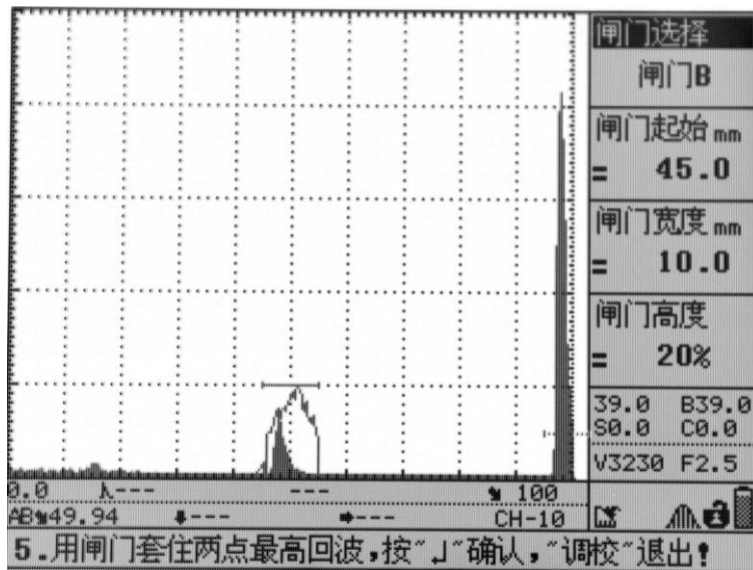
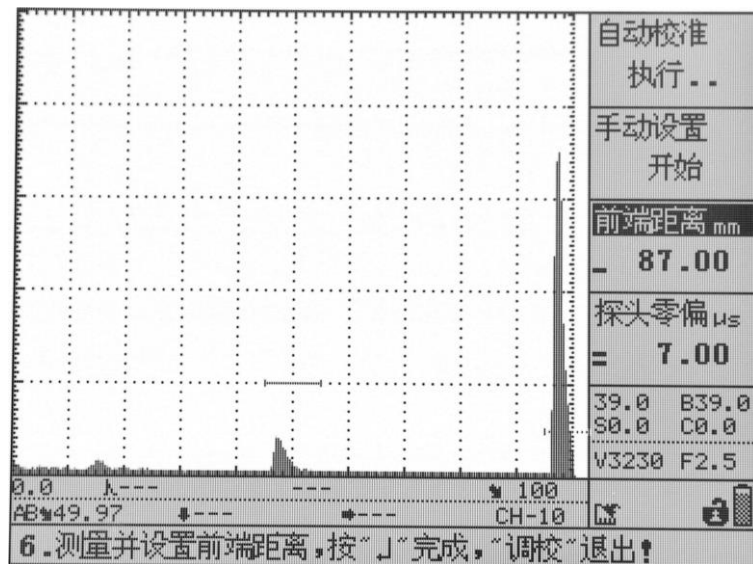

图 3.6
图 3.7
(4) 设置大概的“材料声速”值、“探头零偏”值，设置“一点声程”=50mm，“二点声程”=100mm。设置完“二点声程”后，按“确认”键。
(5) 打开波峰记忆或回波包络功能，沿 R100 半径方向前后移动探头，使回波最高，保持探头不动；如图 3.6 所示，单击“确认”键，完成声速和零偏的校准。此时屏幕变为如图 3.7 所示，开始检测探头前沿。